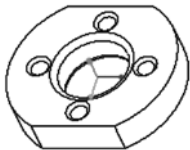

图 9-30 原始实体模型
- 1 在“快速访问”工具栏中单击“打开”按钮，选择本书配套的素材实体模型文件“bc_9_xgix.prt”来打开。该文件中已存在如图 9-30 所示的实体模型。